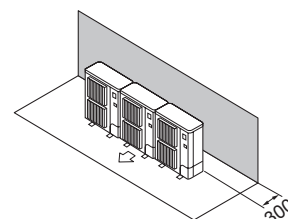

Fig. 2-9
- ① Окружающие предметы сзади (Fig. 2-9)